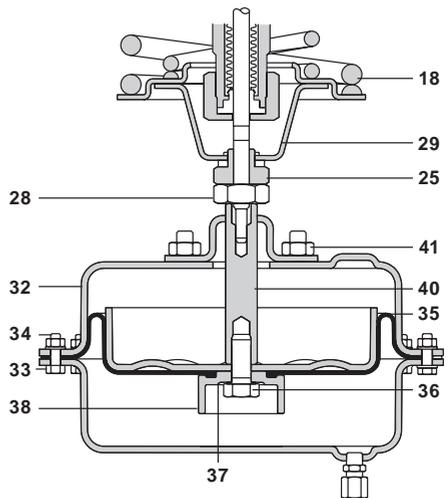

図. 9
4.4.1 アクチュエーター・ダイヤフラムとシーリング・ワッシャーを交換するには(図9参照):